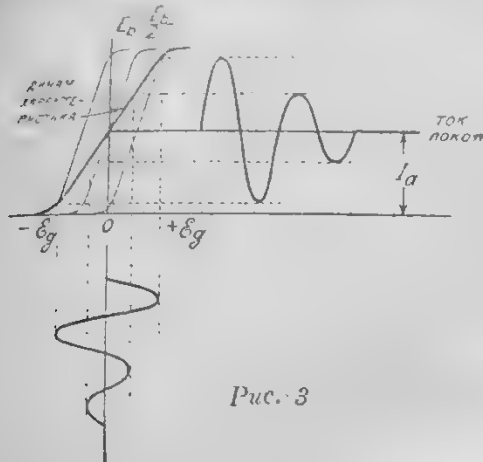
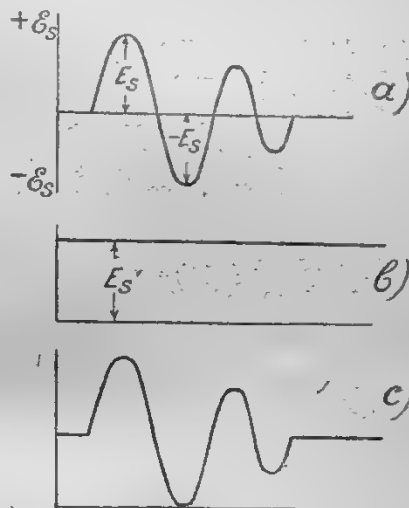
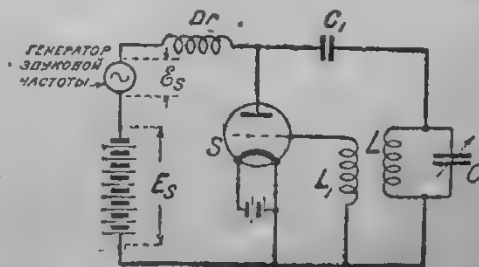
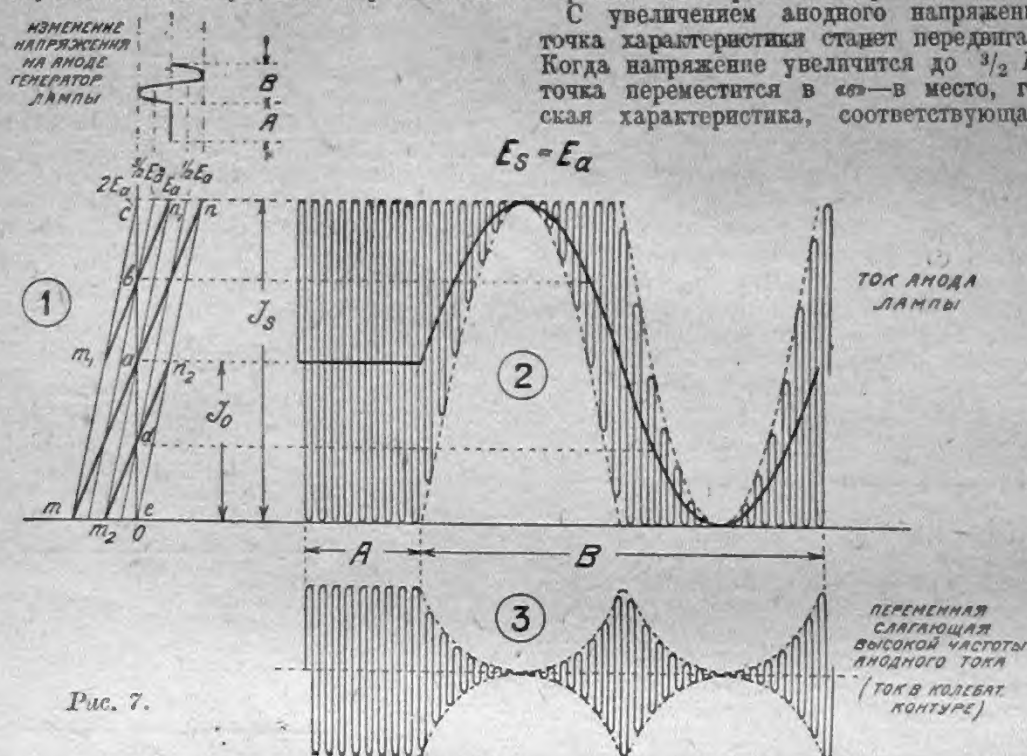

Рис. 3
Рис. 5.
Рис. 6.
Рис. 7.
Звуковые колебания воздействуют на мембрану микрофона и заставляют ее колебаться с той же частотой, которой обладает звук. Сопротивление микрофона под влиянием мембраны начинает изменяться, вызывая в цепи изменения силы электрического тока. Проходя через первичную обмотку микрофонного трансформатора Tr , такой колеблющийся ток индуцирует во вторичной обмотке переменное напряжение (с частотой, равной частоте звука), которое подается на сетку лампы M . Далее происходит процесс усиления. На рис. 3 дано семейство характеристик для анодных напряжений до E_b . Если бы лампа работала вхо-
напряжения батареи будет в нем теряться, при этом тем большая, чем больше будет анодный ток. Благодаря этому, работа будет происходить уже не по статической, а по динамической характеристике (она показана на рис. 3 жирной линией), которая будет иметь уже меньшую крутизну S_1 , по сравнению с S .
Переменная слагающая, проходя через сопротивление R_a , создаст в нем некоторое падение напряжения, и на концах его возникнет некоторое напряжение E_s . Так как проходящий через R_a ток является переменным током, то и напряжение между точками «а» и «в» будет переменным, как по величине, так и по направлению (рис. 5а). В те моменты, когда переменная слагающая достигает возможного максимума или минимума, т. е. половины тока насыщения ($\frac{J_s}{2}$), переменная слагающая
Но кроме переменной слагающей E_s на концах «а»—«в» имеется постоянная слагающая E_s —напряжение покоя схемы (рис. 5в). Складываясь, эти обе
частоты. Такая эквивалентная схема дана на рис. 6. Такой генератор звуковой частоты будет давать дополнительное переменное напряжение (см. рис. 5а), которое, складываясь с постоянной слагающей напряжения E_s , и даст результирующее напряжение по рис. 5с.
Возьмем семейство статических характеристик подобно рис. 3 (рис. 7) для различных анодных напряжений, выше и ниже некоторого рабочего напряжения E_a . Например, для $\frac{1}{2}E_a$, E_a , $\frac{3}{2}E_a$ и $2E_a$. Для простоты будем считать, что все характеристики изображаются отрезками прямых линий.
При холостом ходе, или когда на анод лампы подается одна лишь постоянная слагающая напряжения E_s (участок А в верхней части рис. 7), а переменная слагающая E_s равна нулю, колебания высокой частоты в контуре LC будут происходить по динамической характеристике mn , пересекающей статическую характеристику Ea в средней точке a . В анодном контуре, при достаточном переменном напряжении на сетке, получают колебания высокой частоты с полным размахом, т. е. анодный ток будет изменяться от нуля до тока насыщения, а амплитуда колебаний останется неизменной. Эти колебания видны на рис. 7 (2)
на участке А'. Колебания в контуре LC, или что то же самое—переменная слагающая анодного тока даны на рис. 7 (3).
Разберем теперь, какие получатся изменения анодного тока, когда анодное напряжение станет периодически меняться. Предположим, что наш генератор звуковой частоты подает переменное напряжение, изменяющееся от $+E_s$ до $-E_s$, или на полное рабочее напряжение лампы в ту и другую сторону, как мы это имели на рис. 5а. Тогда это напряжение, складываясь с постоянным анодным напряжением генераторной лампы создаст пульсирующее напряжение, изменяющееся от нуля до двойного рабочего— $2E_a$. Оно показано в верхней части рис. 7 на участке «В».
пересекается с постоянным напряжением сетки. Динамическая характеристика $m_1 n_1$, хотя и будет иметь тот же наклон, что mn , но размер ее уже будет меньшим; концы ее будут опираться, с одной стороны, на ток насыщения, а с другой—на линию $2E_a$. Соответственно с динамической характеристикой изменятся и колебания анодного тока (рис. 7 (2), участок «В»), и тока в колебательном контуре. Амплитуда колебаний уменьшится.
Полное изменение анодного тока за один период звуковой частоты «В» изобразится участком «В» рис. 7 (2), а колебания высокой частоты в контуре LC — тем же участком на рис. 7 (3).
пичиваются динамической характеристикой m_2, n_2 и имеют значения в пределах между нулевым и половиной J_s , с амплитудой в $1/4 J_s$. Участок A^1 на рис. 7 (2) изображает эти колебания в лампе, а на рис. 7 (3)—в контуре LC.